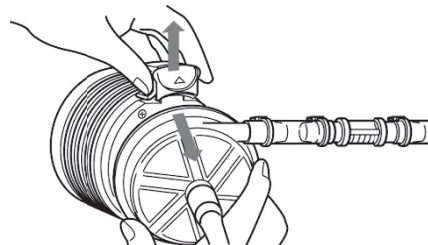

図3
8. スライドフックを引いて、本品をドライブモーターから取り外す(図3)。